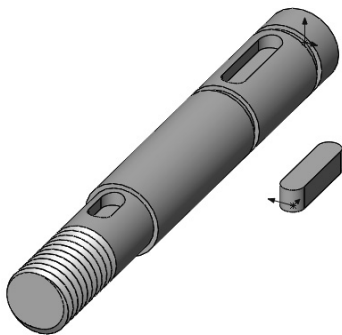

图 7-25 移动零部件后的装配体
- [4] 移动零部件完成后，单击【确定】按钮，移动零部件后的装配体，如图 7-25 所示。